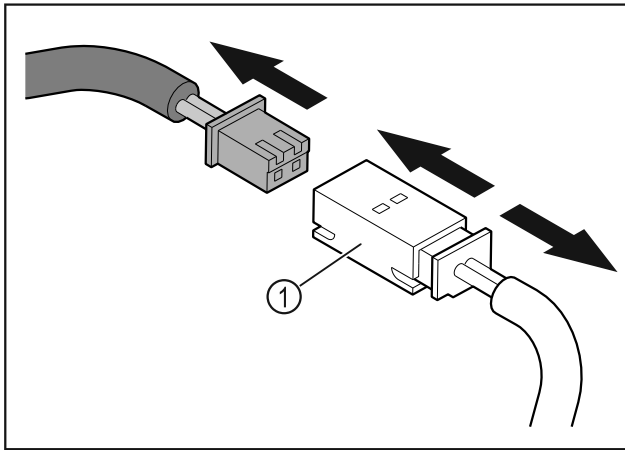

Fig. 9
- ▶ Húzza ki a dugót és a csatlakozót Fig. 9 (1).